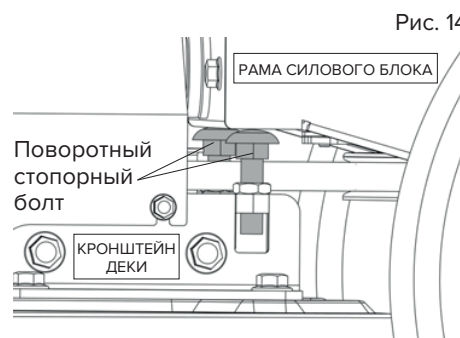

Рис. 14
1. Ослабьте обе контргайки с помощью гаечного ключа 18 мм, удерживая квадратную часть стопорных болтов с помощью гаечного ключа 12 мм (рис. 14).